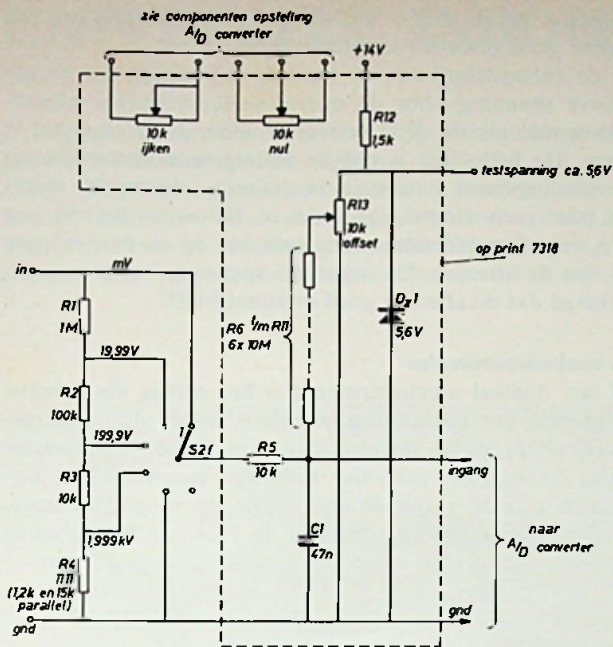
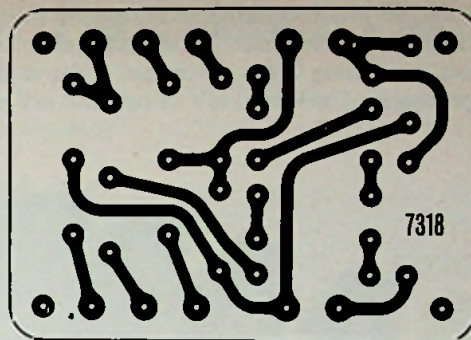

fig. 10. De schakeling van de ingangsverzwakker en de offsetcompensatie
fig. 11. De print voor de offsetcompensator
- In fig. 10 is het IC 7472 verkeerd om getekend: de identificatiepunt moet zich rechts bevinden.
niet 0 mV maar bv. -30 mV. Om dit verschijnsel op te heffen voeren we over een zeer grote weerstand een extra stroompje naar de ingang toe (fig. 10). Behalve de offsetcompensatie bevinden zich op dezelfde print (fig. 11) ook de instelpotentiometers voor de ijking en het op nul zetten. R5 en C1 vormen een laagdoorlaatfilter om 50 Hz netbrom te onderdrukken. Gebruik voor de verbinding naar de A/D converter afgeschermd snoer.